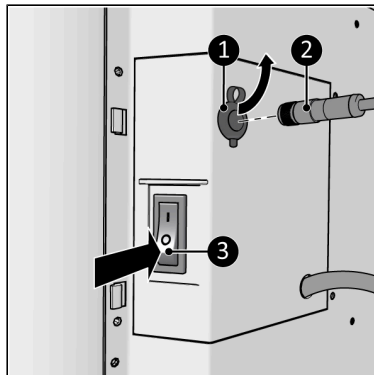

Figure 14.
1. Assurez-vous que le commutateur ON/OFF est en position OFF (Figure 14, pos. 3).
2. Connecter le connecteur du capteur de température externe (Figure 14, pos. 2) à la fiche du capteur.